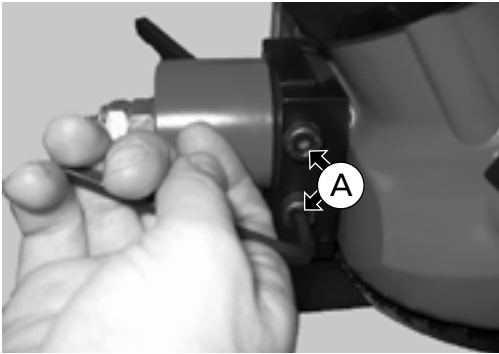
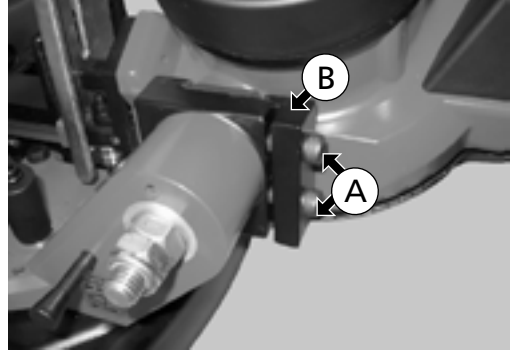

Abb. 33
Abb. 34
Die beiden Schrauben (A) drei bis vier Umdrehungen lockern (Abb. 33), um den Endanschlag von der Bandsäge zu lösen (siehe Abb. 34).
Elemente auf Abb. 33 - 34